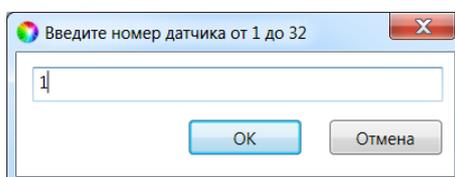

Рис. 6.17. Ввод номера радиоизвещателя
2. В открывшемся окне укажите номер извещателя (от 1 до 32) из числа еще не занятых и нажмите кнопку *ОК* (рис. 6.17).